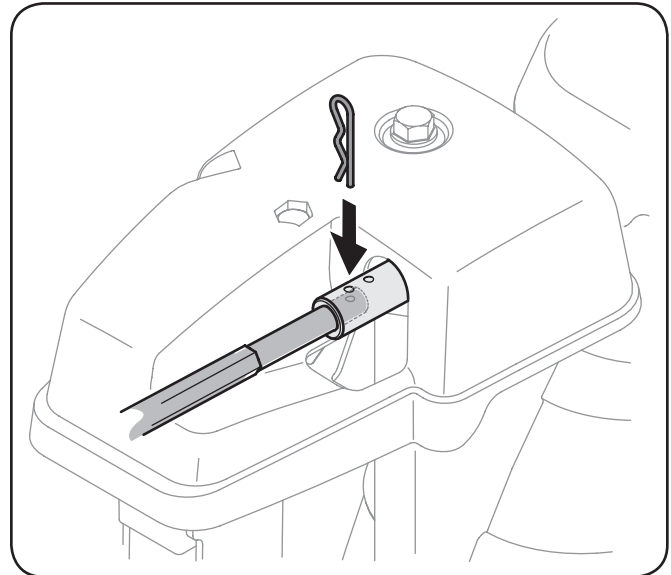

Figura 6-7
2. Retire la varilla de control del canal hasta que el orificio de la misma se alinee con el segundo orificio en el montaje de rotación del canal. Vea la Figura 6-7.
3. Vuelva a insertar el pasador de chaveta a través de este orificio y la varilla de control del canal. Vea la Figura 6-7.